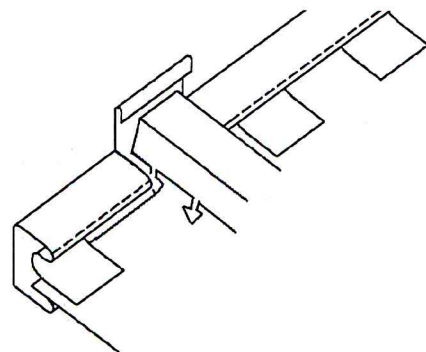

рис. 4
- закрепить торцевые профили, перпендикулярные к мультистрингерам; при этом верхнюю полочку торцевого профиля в местах примыкания к мультистрингерам подрезать и отогнуть вверх - рис. 4.
- закрепить резаную панель с прикрепленным к ней торцевым профилем; чтобы полученное крепление было более жестким можно использовать сжатые профили и отрезанные части (рис. 4).